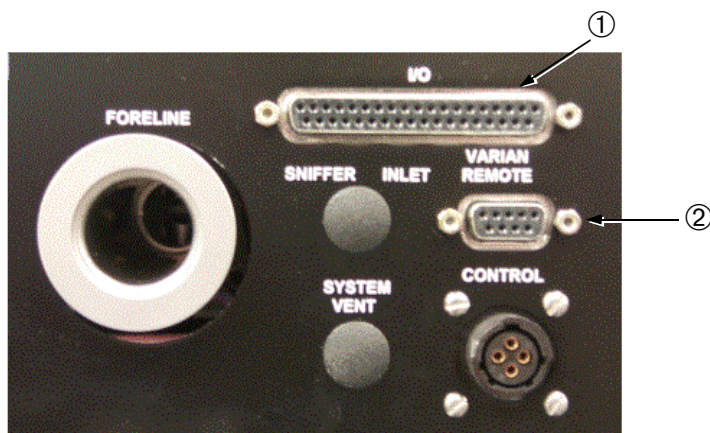

Figura A-1 Panel de Control del Sistema y de Comunicación
El panel de control del sistema y comunicación (Figura A-1) está situado en la sección inferior izquierda del panel posterior. Este apéndice describe las interfaces de I/O (entrada/salida) ① y del Control Remoto ② .